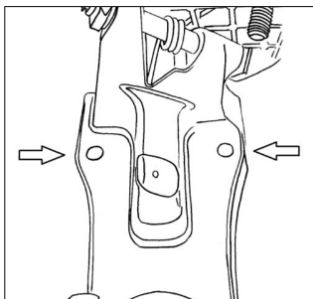

Рис. 3
4. Закрепите станок на верстаке при помощи болтов, шайб и гаек (в комплект не входят), используя монтажные отверстия в основании станка (Рис. 3).